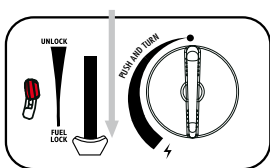
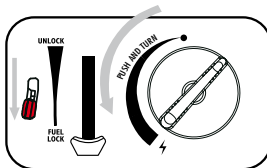

fig. 3
fig. 4
3. Druk de hendel van de patroon (6) naar beneden (fig.3) en sluit het deksel van de patroon.
4. Als u een "sissend" geluid hoort, is de cartridge niet goed geplaatst. Probeer het apparaat niet te ontsteken, maar zet hendel (6) in de positie "Ontgrendelen" en herhaal stap (1-4).
5. Druk de gashendel (afb.4) omlaag om het gas te laten ontsnappen.
6. Draai de knop (8) volledig naar de ontstekingspositie totdat deze vastklikt. (afb.4) Herhaal deze handeling totdat de brander ontsteekt.